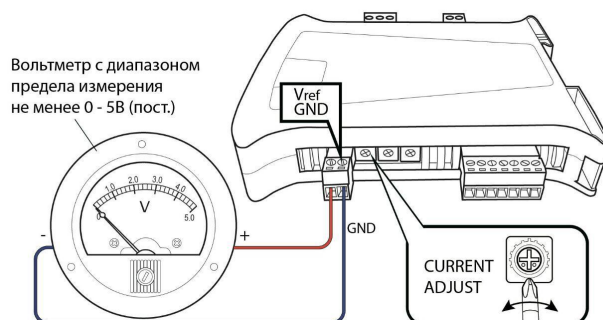

Рисунок 3. Подключение вольтметра для установки максимального тока двигателя.
6. Потенциометром «CURRENT ADJUST» установите значение максимально потребляемого двигателем тока по вольтметру, подключенному к клеммам «GND» и «V_{ref}» в соответствии с рис. 3. Установка тока двигателя I_{lim} осуществляется согласно соотношению: